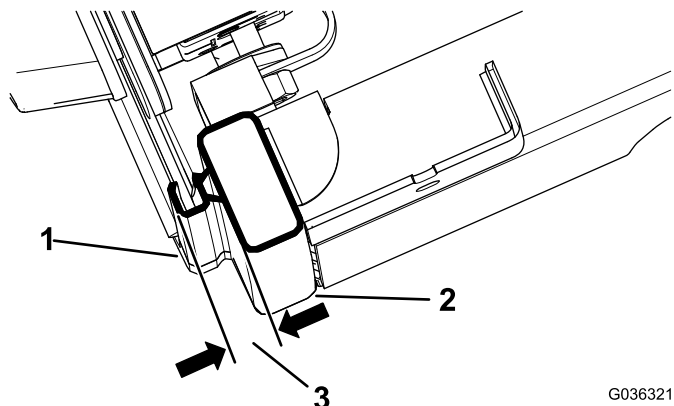

Figure 11
3. Fermez complètement la porte et mesurez la hauteur du joint bulle jusqu'à la surface d'étanchéité du longeron de cabine, et vérifiez que la hauteur est comprise entre 1,9 et 2,2 cm, comme montré à la Figure 11.
4. Serrez l'écrou de blocage lorsque la goupille de verrouillage atteint 1,9 à 2,2 cm, comme montré à la Figure 11.